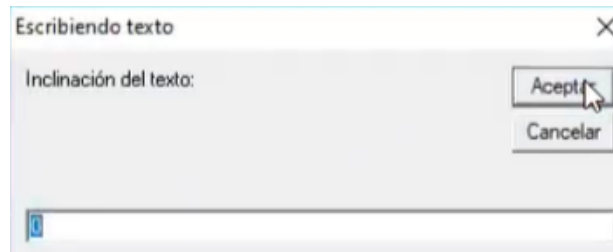

Figura 377. Inclinación del texto.
48. En la última ventana emergente, introducir una inclinación del texto adecuada y presionar “Aceptar”. Figura 377.